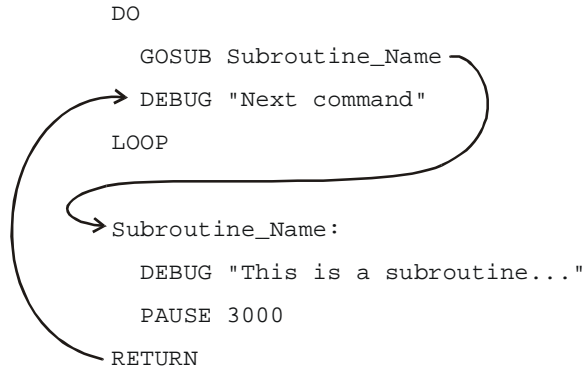

Figura 7-11
La Figura 7-11 mostra un esempio di subroutine e di come viene usata. Il comando **GOSUB Subroutine_Name** forza il programma a saltare all'etichetta **Subroutine_Name:**. Quando il programma arriva all'etichetta, prosegue eseguendo i comandi presenti fino a che giunge ad un'istruzione **RETURN**. Quindi, il programma torna indietro all'istruzione successiva al comando **GOSUB**. Nel caso dell'esempio di Figura 7-11, l'istruzione successiva è **DEBUG "Next command"**.
- √ Aggiungete a SimpleSubroutines.bs2 l'esempio di subroutine della Figura 7-11 a pagina 211.